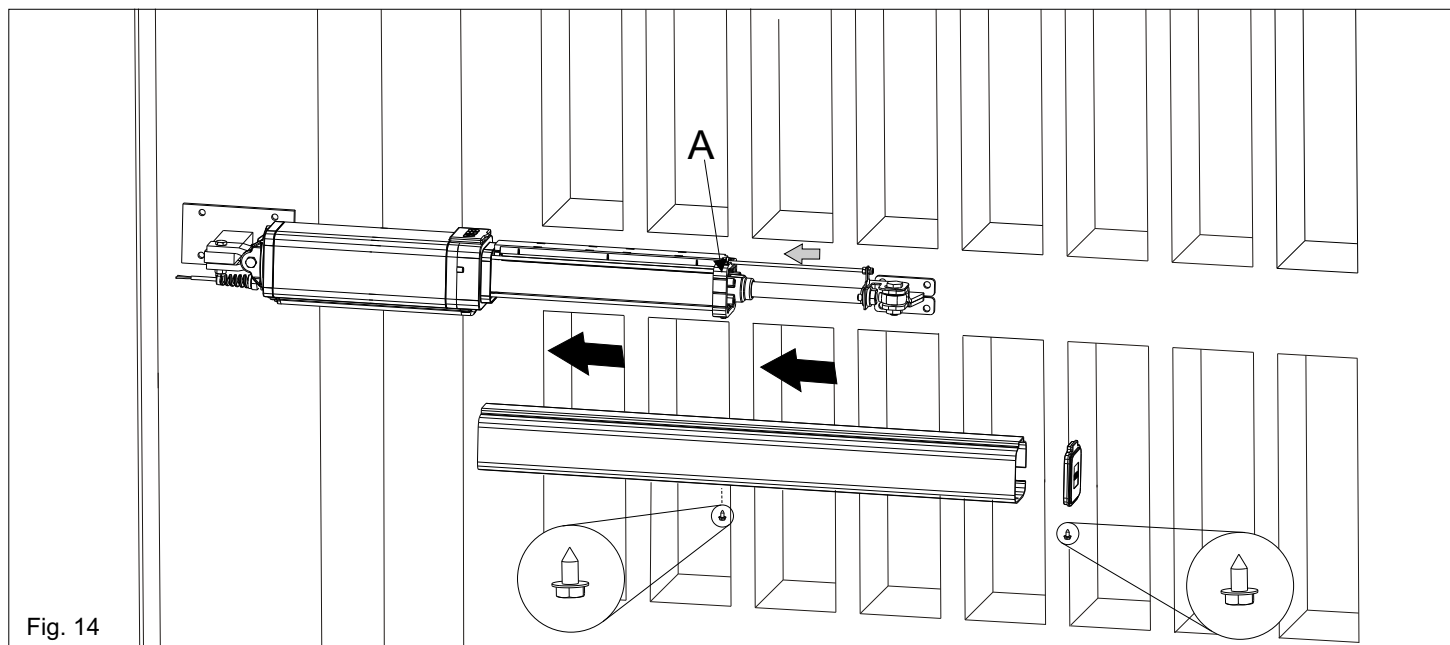

Fig. 14
Verificare di aver inserito la cornice in plastica antivibrazione (A) prima d'inserire l'estruso copristelo (Fig. 14).
Make sure to have inserted the antivibration plastic frame (A) before inserting the rod cover extrusion (Fig. 14).
S'assurer d'avoir inséré le cadre en plastique anti-vibration (A) avant d'insérer le couvre tige extrusé (Fig. 14).
Verificar de haber insertado el marco en plastica antivibracion (A) antes de insertar el estruso cubrevarilla (Fig. 14).